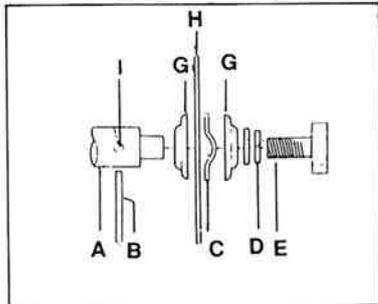

Abb. 10
- Mit dem Schraubenschlüssel lösen Sie die Sechskantschraube (D).
- Sägeblatt (H) demontieren.
- Flansch (G) auf die Welle schieben.
- Spannring (C), Flansch (G), Unterlagscheibe (F), Sicherungsring (E) und die Sechskantschraube (D) montieren.
- Bevor Sie den Netzstecker wieder einstecken, muss die Festhaltstange und der Gabelschlüssel wieder entfernt und die Verschalung montiert werden!!! (Abb.10+11)
Legende (Abb.10+11)